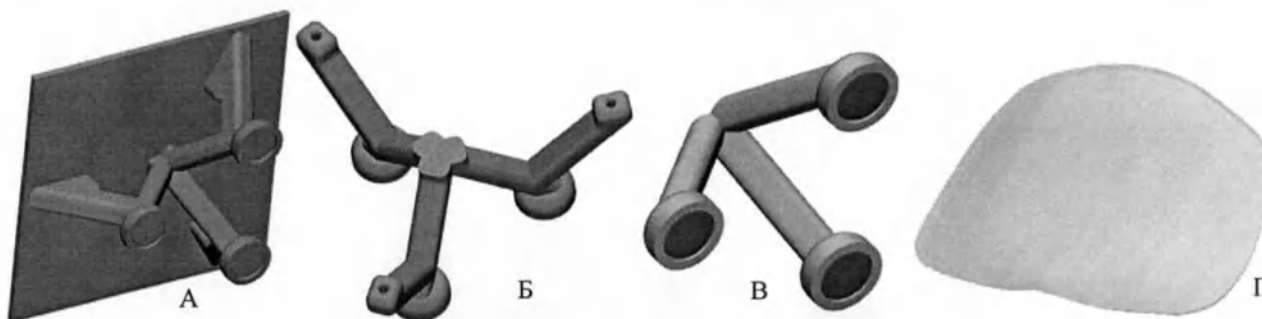

Рисунок 30 – Элементы системы оптического трекинга для тела
- держатель маркера (Рисунок 30, А);
- держателя рентгеноконтрастных меток (Рисунок 30, Б);
- магнитный кондуктор (Рисунок 30, В);
- защитная пленка (Рисунок 30, Г).